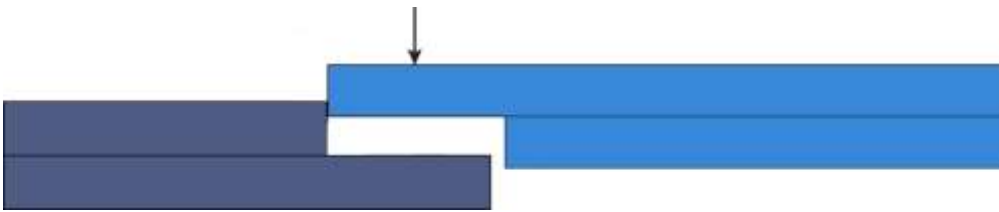

Рис.1.
2. Берем вторую планку и приклеиваем планки между собой таким образом, чтобы они соприкоснулись своими торцевыми поверхностями в горизонтальной плоскости. При этом планки не должны соприкасаться поверхностями, на которые нанесен клей. И только после того, как планки соприкоснутся торцевыми поверхностями, можно прилагать усилие сверху вниз, склеивая таким образом планки между собой (поперечный стык). Фото 3 и Рис.1.